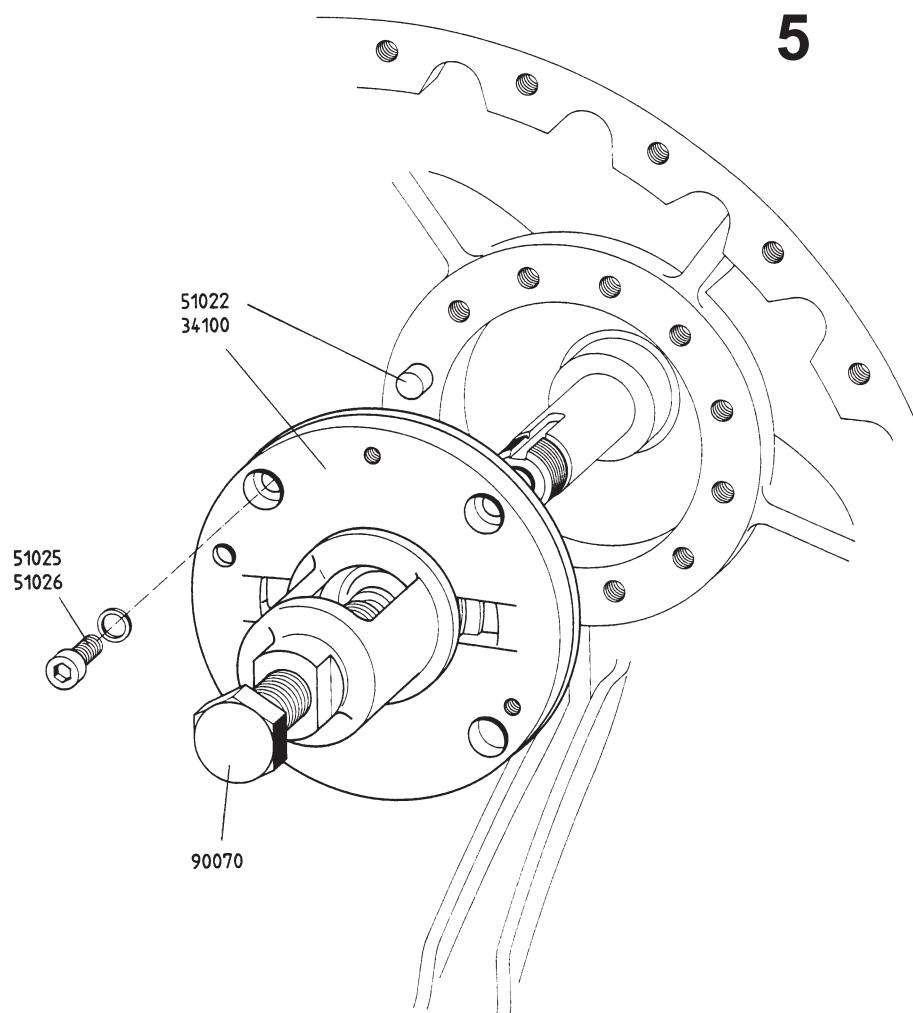

Fig. 5-6
- Remove the oil slinger (34180) together with the extractor (90070) and holding device (90030) (see fig. 5-6/4).
- Zyl-Schrauben (51025) und Federringe bzw. Sperrkantringe (51026) entfernen (s. Fig. 5-6/5).
- Abziehvorrichtung (90070) auf die innere Lagerbüchse schrauben und Lager (34100) abziehen (s. Fig. 5-6/5).
**Vorsicht !** Den Führungsbolzen (51022) keinesfalls entfernen (s. Fig. 5-6/5). Der Bolzen bestimmt die Lage des Lagers !
- Remove socket screws (51025) and locking washers or locking edge washers (51026) (see fig. 5-6/5).
- Fix the extractor (90070) to the inner bearing bush and remove the bearing (34100) (see fig. 5-6/5).
**Caution !** Do not remove the guide bolt (51022) under any circumstances (s. fig. 5-6/5). It determines the position of the bearing !